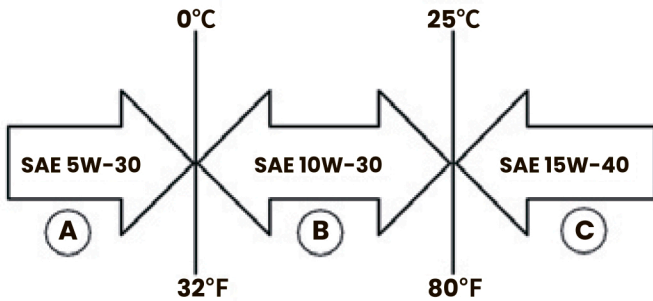

Рисунок 15 : Рекомендоване мастило
1. Використовуйте тільки моторне масло, вказане у Рисунок 15.